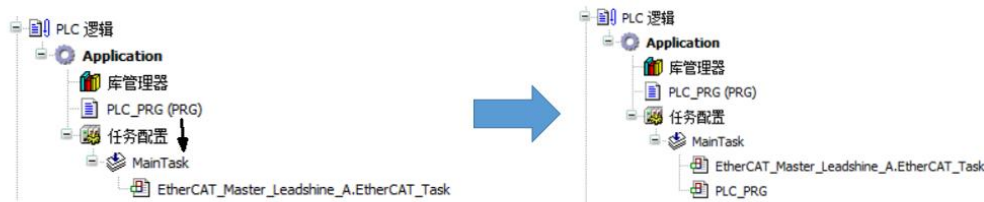

图 5.9 用鼠标拖 POU 至任务配置中
- 2) 直接用鼠标拖拽 POU 到对应的任务添加。如图 5.9 所示，将“PLC_PRG”从“任务配置”上方拖至其下方。